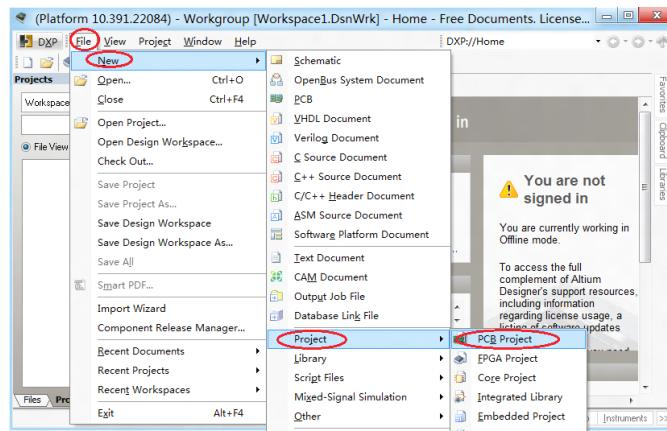

图 6-6.9 新建工程
**Step2:** 打开 Altium Designer Release 10，新建一个名为空项目。具体操作如下：双击图标启动软件，选择菜单命令【File】/【New】/【Project】/【PCB Project】，如图 6-6.9 所示。